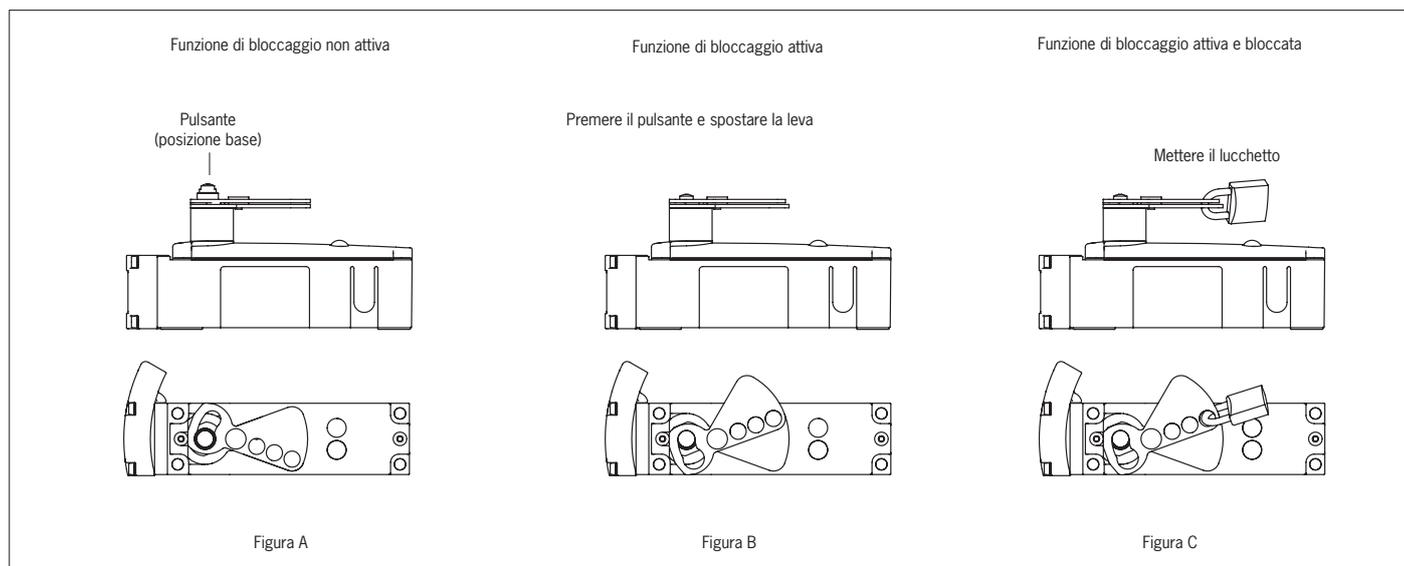

Figura 6: Utilizzo dell'inserto di bloccaggio
2. premere il pulsante, portare l'insero di bloccaggio in posizione di blocco (Figura 6, A e B) e assicurare con lucchetto (Figura 6, C)
3. Portare l'insero di bloccaggio in posizione base (Figura 6, A)